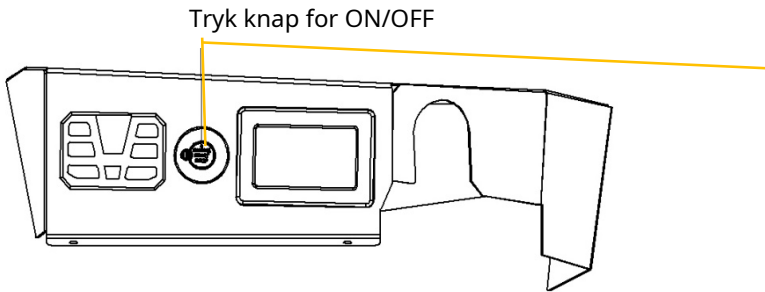

Fig. Y1
11. Fjernelse af plæneklipperkniven (se fig. Y1 til Z)
12. Montering af plæneklipperknive (se fig. Y1 til Z)
Se fig. Y1 & Y2 for instruktioner for at slukke for strømmen og afbryde batteriet FØR forsøger at donkrafte eller servicere plæneklipperen .